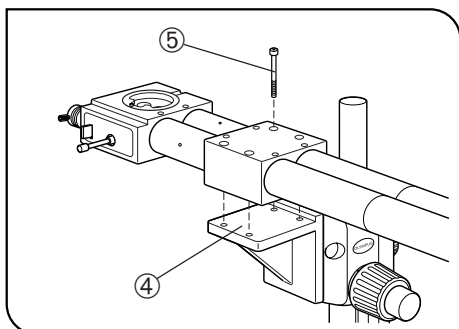

Fig. 8
6. Placer le dispositif double-observateurs SZX-SDO sur le support ④ de manière à ce que le côté second observateur se trouve à droite (comme indiqué dans la figure 8). Insérer les 4 vis de blocage ⑤ fournies avec le dispositif double-observateurs SZX-SDO dans les 4 trous de vis et les serrer à l'aide de la (grande) clé Allen fournie avec le dispositif SZX-SDO. (Fig. 8)